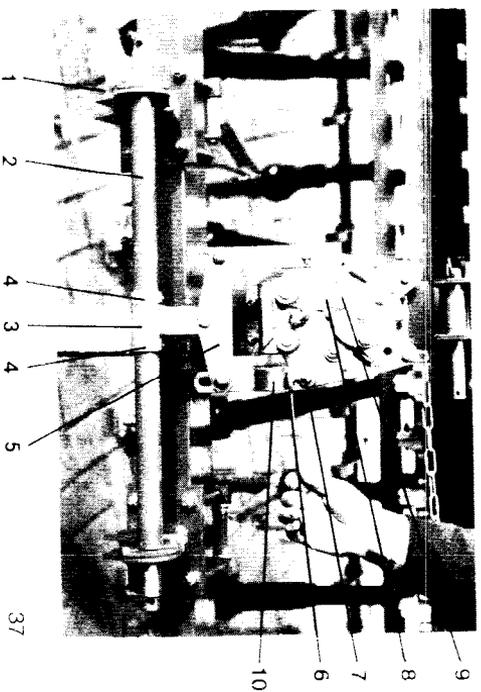

Fig. 36
1. Unteren Anlenkpunkt (Fig. 36 / 1) abschrauben und Unterlenkerstange (Fig. 36 / 2) herausziehen.
3. Verbindungsstück (Fig. 36 / 3) aus der Dreieckplatte (Fig. 36 / 5) herausnehmen und mit den Stellringen (Abb. 36 / 4) auf die Unterlenkerstange (Abb. 36 / 2) schieben.
4. Unterlenkerstange (Fig. 36 / 2) mit Verbindungsstück (Fig. 36 / 3) und unterem Anlenkpunkt (Fig. 36 / 1) wieder montieren, Verbindungsstück mit Dreieckplatte (Fig. 36 / 5) wieder verschrauben.
6. Mutter (Fig. 36/6) auf der Ringschraube (Fig. 36/7) ganz nach oben drehen.
7. Schaltstange mit einem Kantholz so weit nach oben drücken, daß sich die Unterlenkerstange (Fig. 36/2) nicht mehr bewegen läßt.
8. Mutter (Fig. 36/6) auf der Ringschraube (Fig. 36/7) nach unten drehen. Hierbei wird über der Dreieckplatte, die herunterhängende Schaltscheibe nach oben gedrückt. Mutter so weit herunterschrauben, bis die Blattfeder (Fig. 36/8) hörbar in eine Aussparung im Klinkenrad (Fig. 36/9) einrastet. Nun ist der Schaltvorgang abgeschlossen. Die Mutter noch eine Umdrehung weiterdrehen und die Schraubverbindung zwischen Ringschraube und geköpften Hebel (Fig. 36/10) durch Kontermutter sichern.